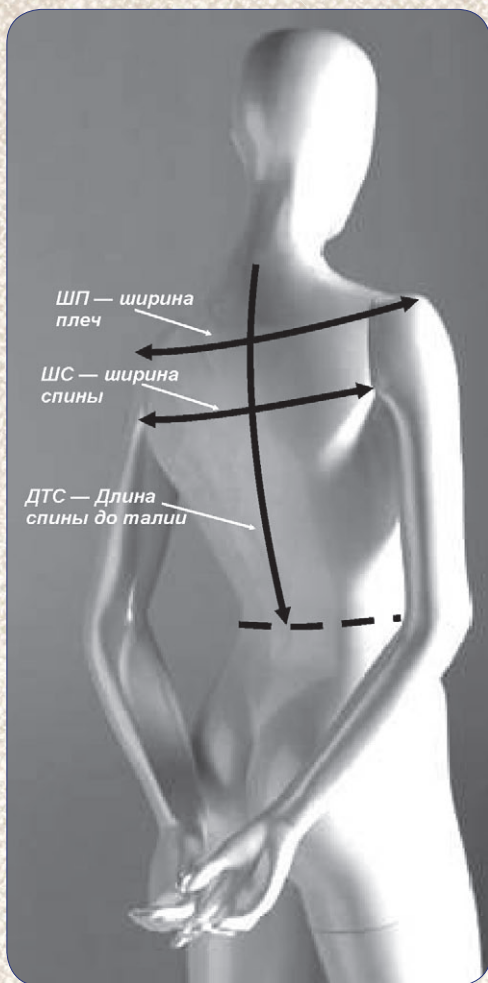

Рис. 3
7. Длина спины до талии (рис. 3).
8. Ширина спины (рис. 3).
9. Ширина плеч (рис. 3).